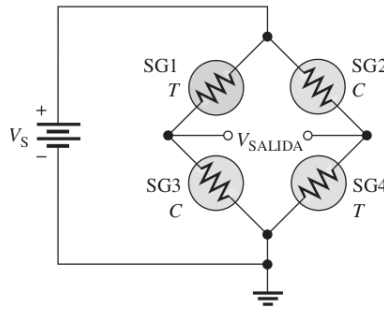

Figura 2: Circuito Wheatstone de una celda de carga
Ya hemos estudiado también que las galgas extensiométricas se montan en la celda de carga de manera que dos de ellas se alarguen (tensión) cuando se coloca una carga sobre la báscula y las otras dos se compriman. Y, casi siempre, estas celdas de carga se configuran como puente Wheatstone tal como indica la Figura 2; esto es, con las galgas a tensión (T) y a compresión (C) en brazos diagonales opuestos. De este modo siempre tendremos un  $V_{SALIDA}$  positivo, cuyo cálculo se realiza según la siguiente fórmula:
Calcula el valor de la tensión de salida ( $V_{SALIDA}$ ) del puente mostrado en la Figura 2 considerando los siguientes datos: